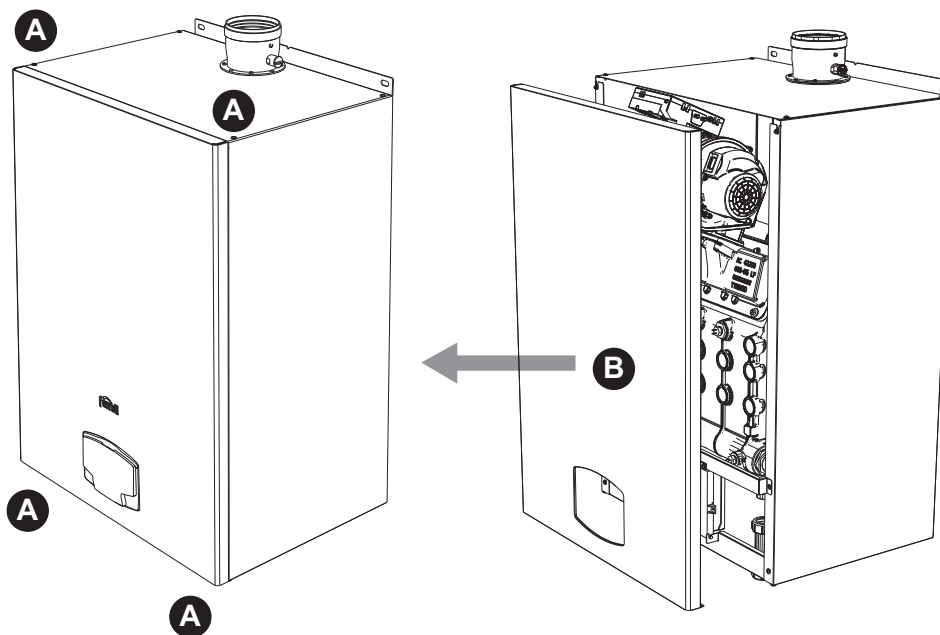

fig. 60- Apertura del panel frontal
1. Desenrosque los tornillos **A** (vea fig. 60).